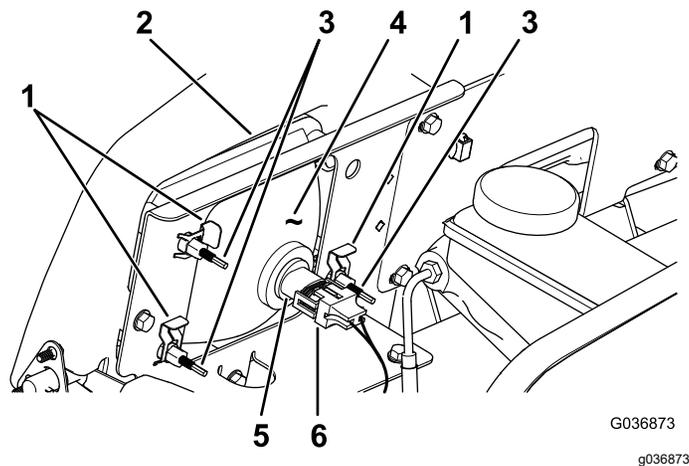

図 43
3. ランプアセンブリのコネクタから、ハーネス用のコネクタを外す **図 43**。
4. ヘッドライトをヘッドライトブラケットに固定しているスピードクリップを外す **図 43**。
5. ヘッドライトアセンブリ全体を前に押し出して、前バンパーから外す **図 43**。
6. 取り付け穴に新しいヘッドライトを取り付ける **図 43**。
8. ハーネス用のコネクタを、新しいランプアセンブリのコネクタに接続する **図 43**。
2. ヘッドライトアセンブリの裏側部分にある調整ねじ **図 43**を回してヘッドライトアセンブリの角度を変えてビームの方向を調整する。